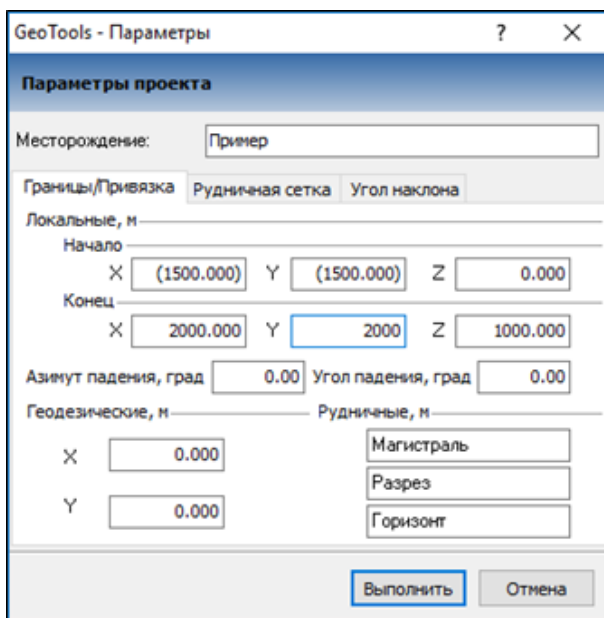

Рис. 6.1. Запуск геологического редактора
6. **Остальные** параметры задайте согласно рис. 6.1.